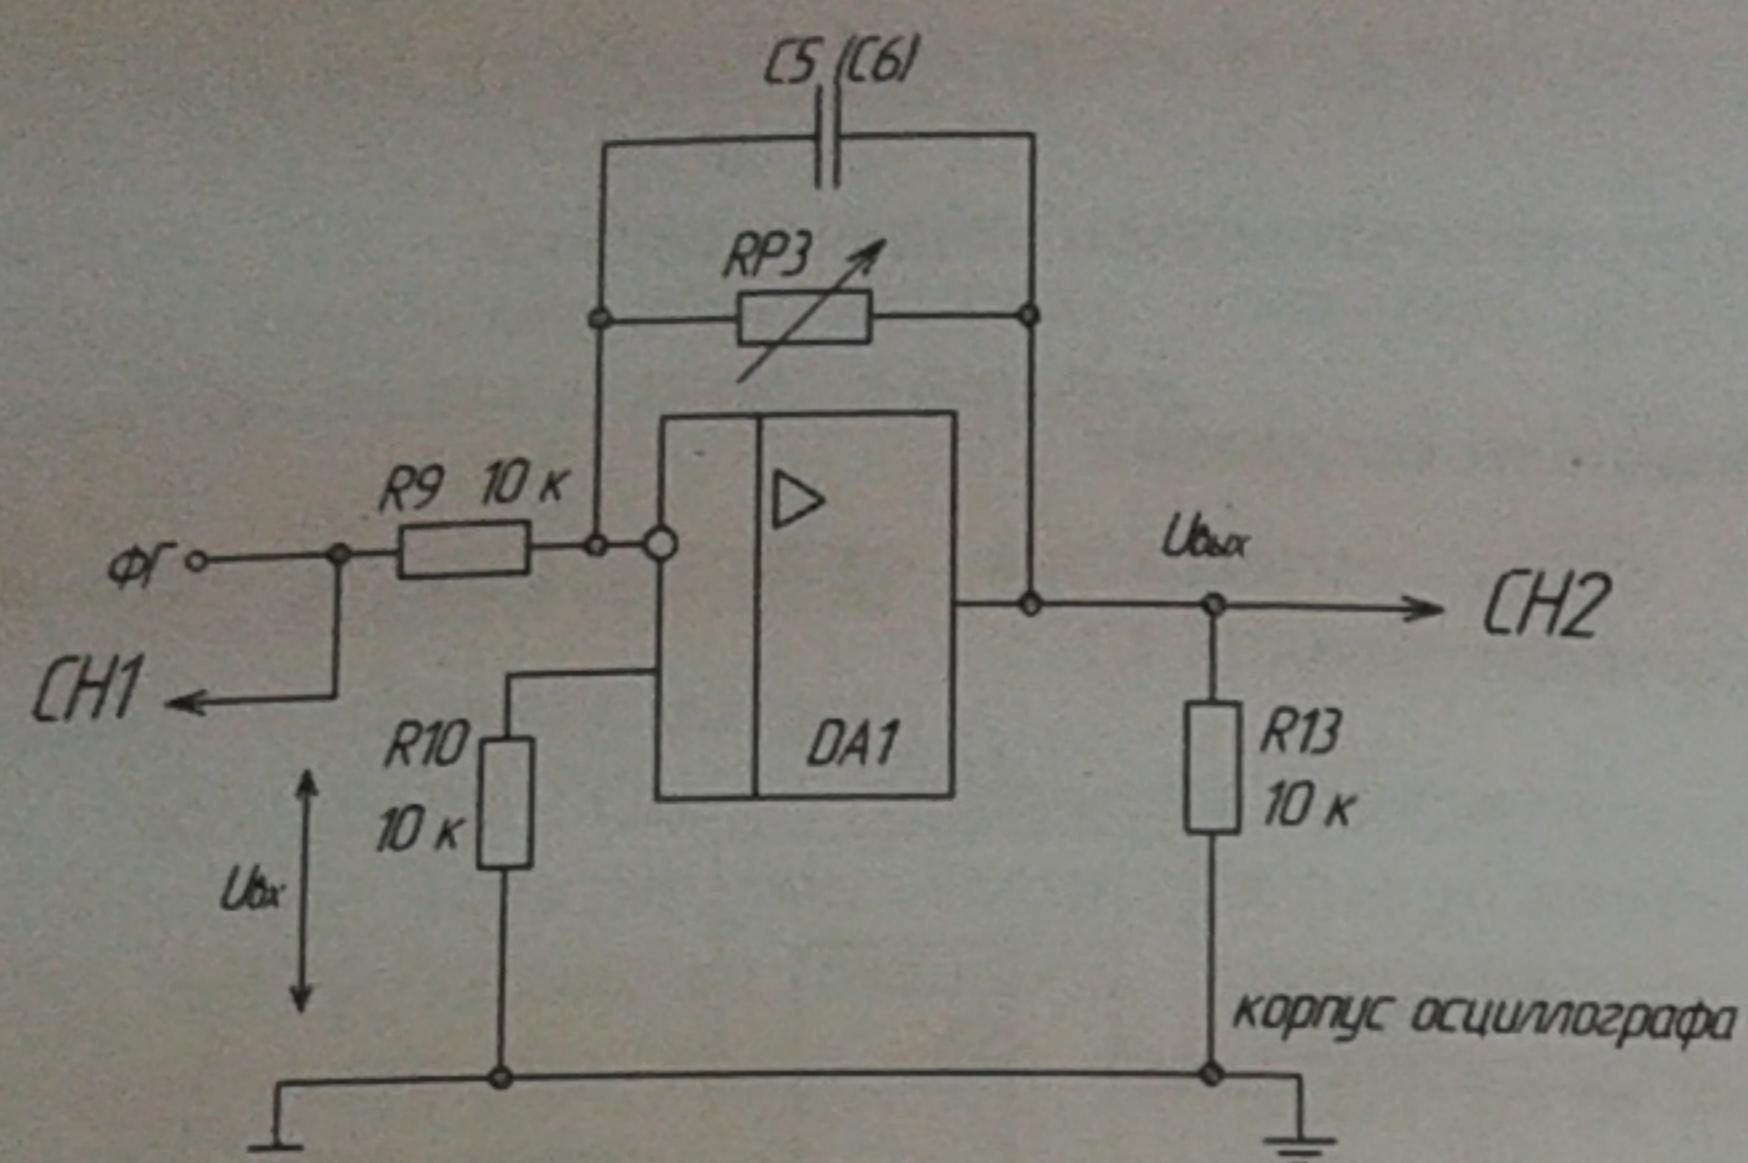

Рис. 3
- собрать схему активного фильтра согласно рис. 3. Сопротивление резистора с переключением RP3 и величину емкости конденсатора  $C$  установить в соответствии с указанным преподавателем (C5 или C6);